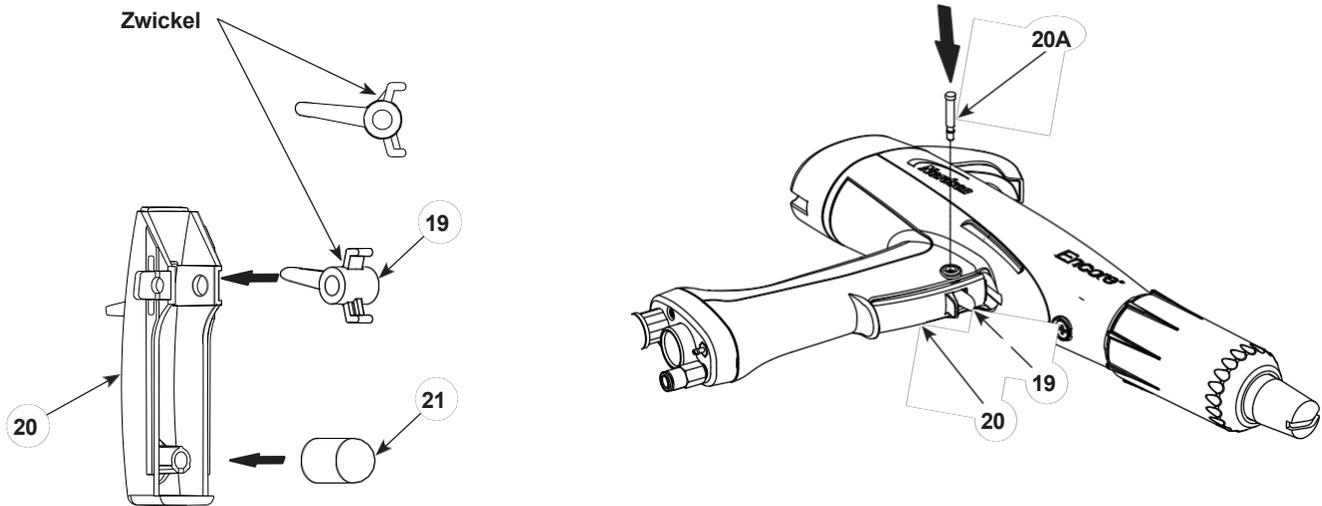

Abbildung 22 Wiedereinbau des Abzugs und der Achse
7. Siehe Abbildung 22. Bauen Sie den Spülabzug (19) in den Sprühabzug (20) ein, wobei der Zwickel wie abgebildet nach oben gerichtet sein. **Installieren Sie den Entlüftungsabzug nicht verkehrt herum.**
8. Vergewissern Sie sich, dass der Stellantrieb (21) über dem Pfosten installiert ist.